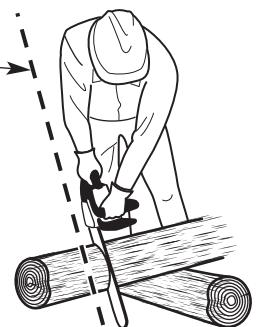

Fig. 5
- Utilice estos lugares para las manos independientemente de que el operador sea diestro o zurdo. Esto ayudará a mantener al operador levemente hacia la izquierda de la unidad y fuera de la línea directa de la sierra en caso de que se produzca un retroceso (Fig. 5 y Fig. 6).